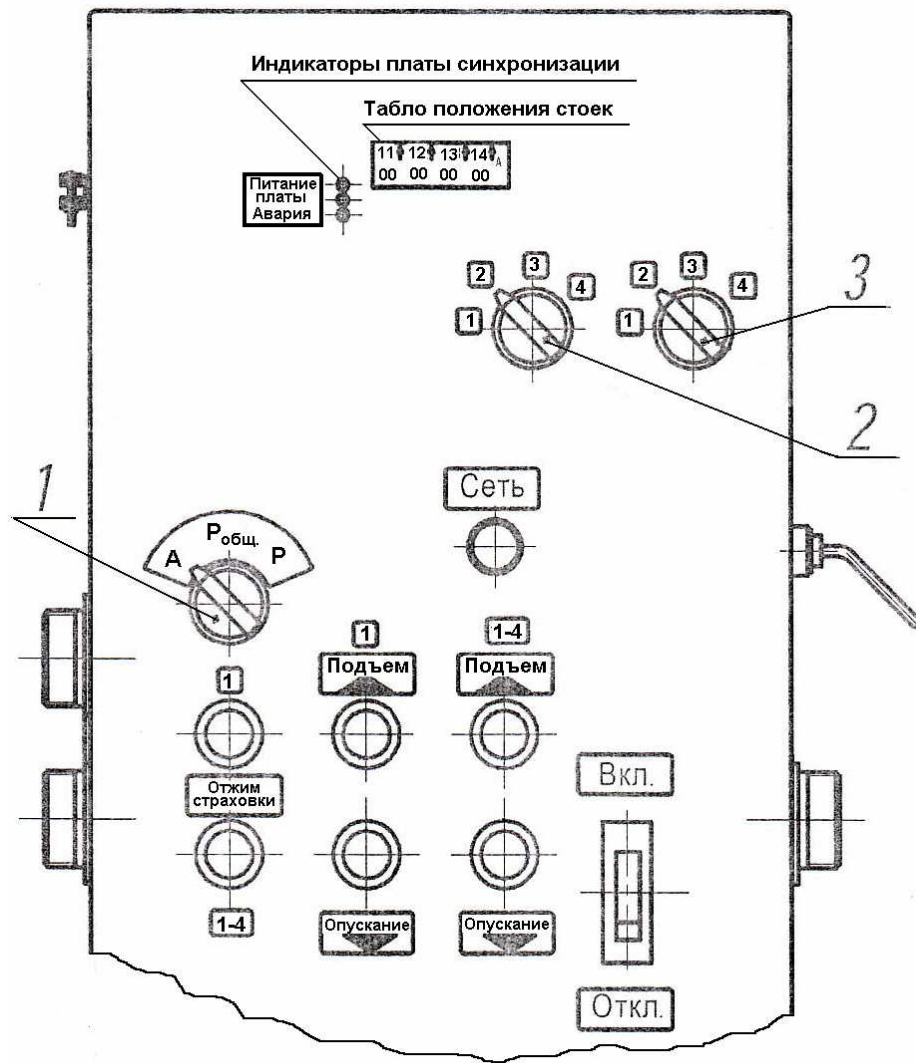

Рис. 6. Общий вид шкафа аппаратного мастер-стойки
7.2.3. Включить тумблер (поз.1 на Рис.6) управления режимом работы платы синхронизации подъема и опускания кареток, находящийся на дверце шкафа аппаратного, в положение «Робщ.». Кнопкой «ВВЕРХ» подвести подхваты до касания с беговой поверхностью покрышки колеса автомобиля.